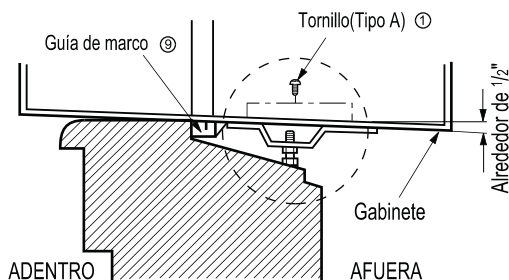

Fig. 4
4. Corte el sellado de chasis de la ventana a la longitud apropiada. Pele el refuerzo y aplique la Cinta de Espuma a la parte inferior del chasis de la ventana. FIG.4
4. Seleccione la posición en la que colocará el soporte del dintel ⑥ cerca del punto más externo del dintel. Fig. 4
**NOTA:** Tenga cuidado cuando instala el gabinete (las guías de marcos ⑤ se rompen fácilmente).
5. Agregue el soporte del dintel al hueco de la guía del gabinete según la posición seleccionada usando 2 tornillos tipo A ① en cada soporte Fig. 4